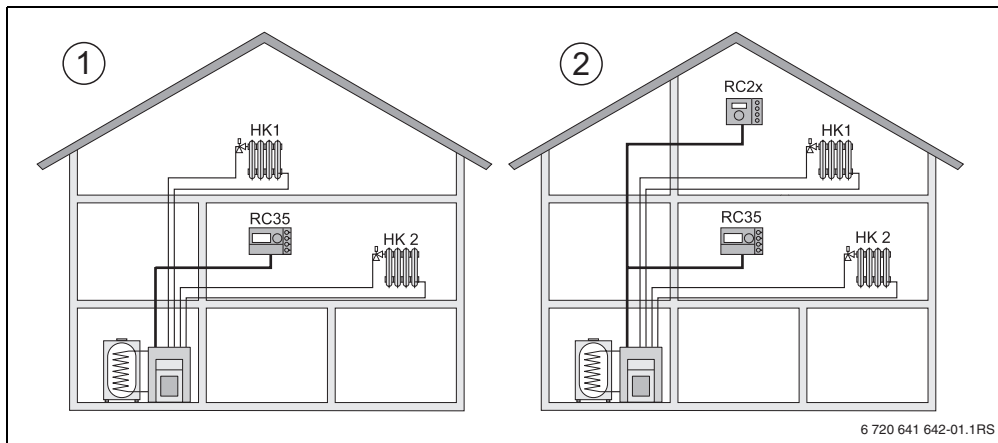

Bild 2 Möglichkeiten für eine Heizungsanlage mit zwei Heizkreisen
- Als alleinige Bedieneinheit in einer Heizungsanlage mit zwei oder mehr Heizkreisen²⁾ (→ Bild 2, [1]).
- In Verbindung mit einer Fernbedienung (z. B. RC2x, RC20/RF, Bild 2, [2]). In diesem Fall handelt es sich immer um zwei getrennte Heizkreise. Fernbedienungen können bei Heizkesseln mit UBA1.x nicht eingesetzt werden.